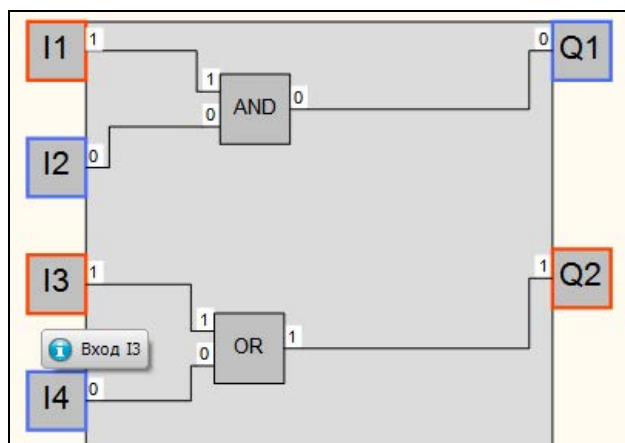

Рисунок 3.9 – Пример моделирования коммутационной программы
- 2) задание значений входных сигналов, используя нажатие на блоке входов (рисунок 3.9);